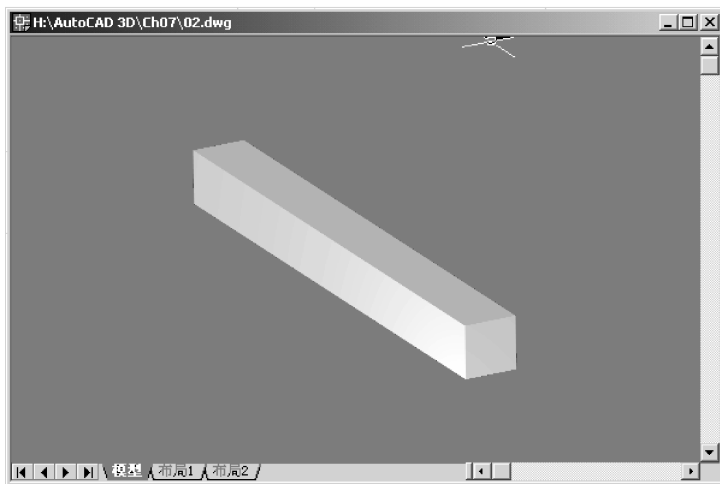

图 6-7 光源强度无衰减
①无衰减：即光线的强度不受其传播距离的影响，各点处的光线强度均与光源处相同。例如，图 6-7 中显示了一个受无衰减光源照射的长方体模型。